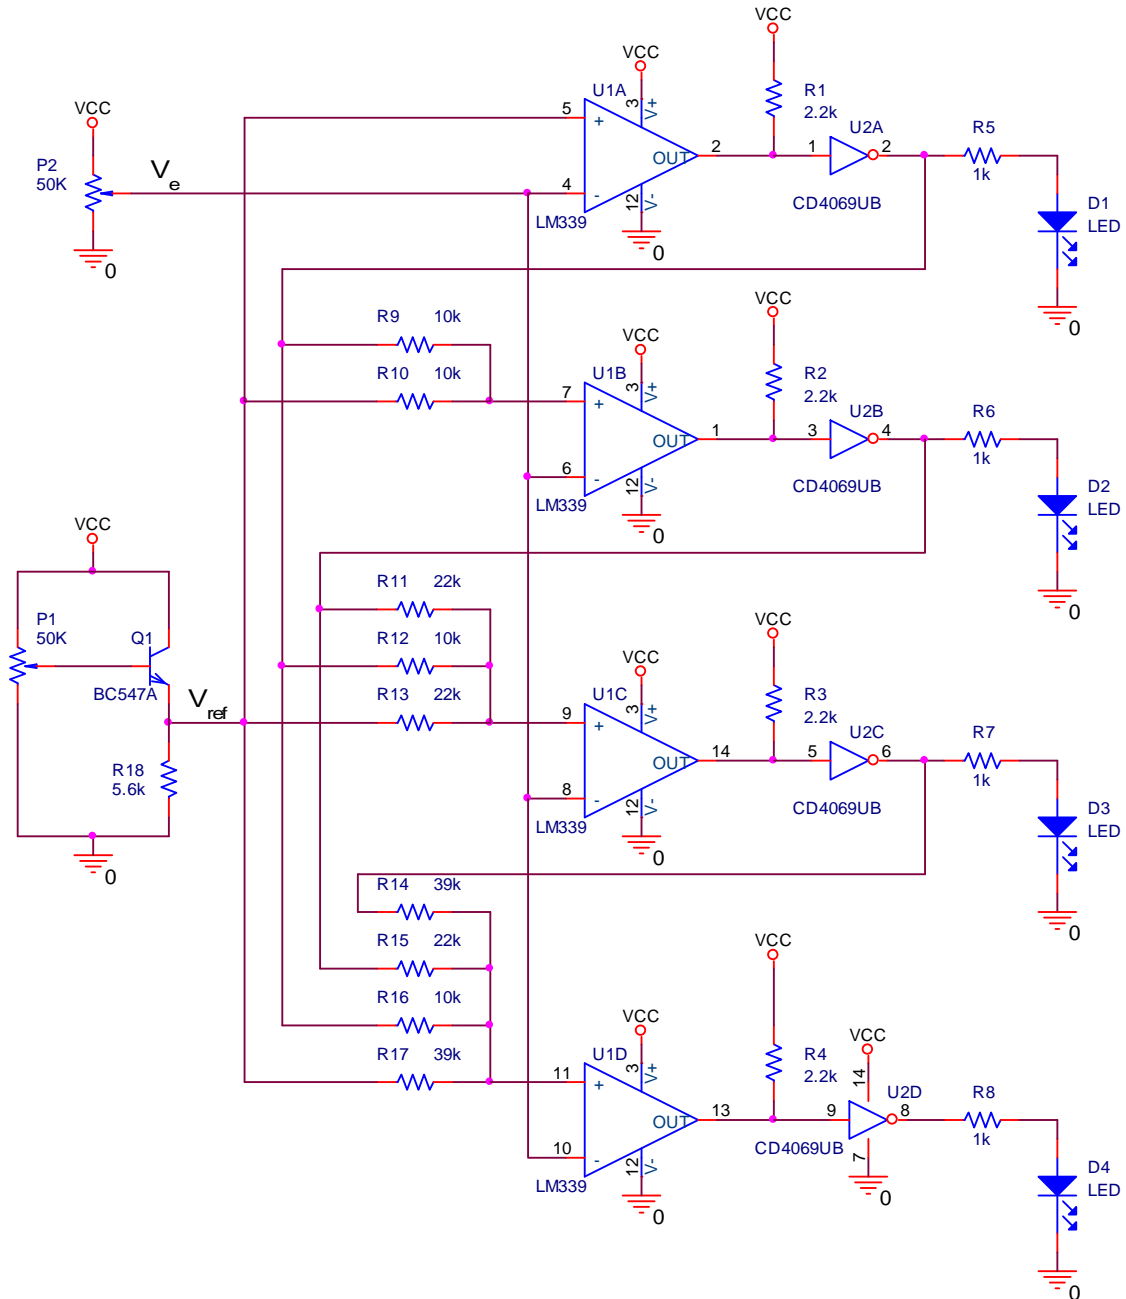

Figura 1
- 1) Construya el circuito mostrado en la Figura 1 alimentándolo con un voltaje aproximado de $V_{cc} = 10V$. Dicho valor será modificado en el punto 2 del desarrollo.